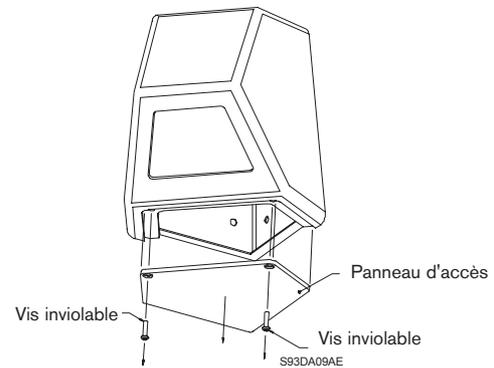

Figure 1 : retrait du panneau d'accès
- Tous modèles sauf LTC 9303/01** : utilisez l'outil spécial fourni pour retirer les deux vis inviolables à l'avant. Retirez le panneau d'accès. Voir figure 1.